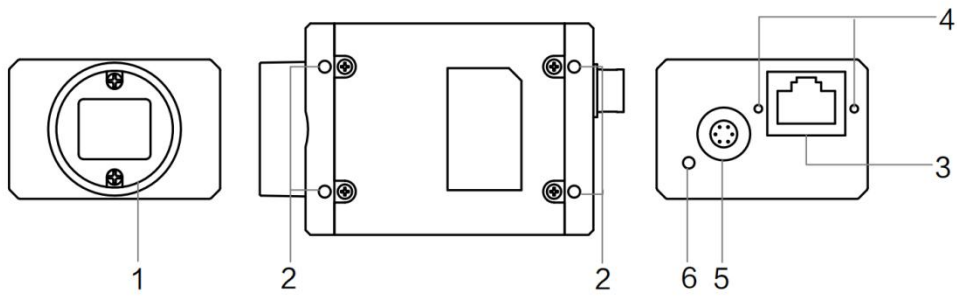

图1-3 29 mm×44 mm×59 mm
- 图 1-3 尺寸 29 mm×44 mm×59 mm 的千兆网口面阵相机外观。
- 29 mm×44 mm×59 mm（图 1-3）